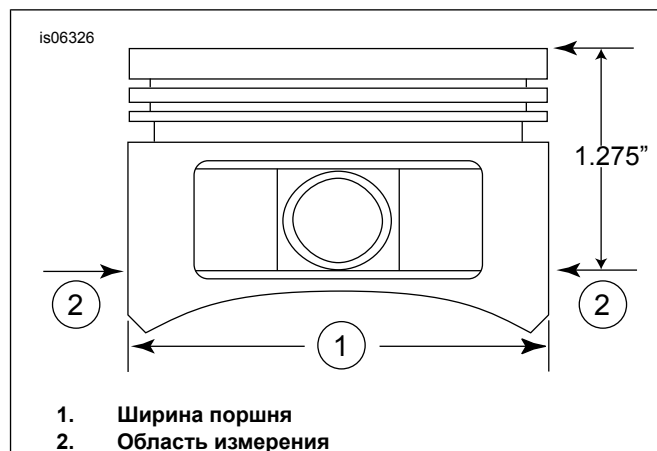

Рисунок 2. Размеры для поршня
5. См. Рисунок 2 . Измерьте ширину поршня (1) на 90 градусов по горизонтали с обеих сторон отверстия штифта поршня и на 1,275 дюймов по поверхности пластины (верхней) поршня (2). См. Таблица 6 — посадка поршня на цилиндр в этой точке.